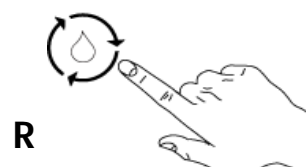

Fig.19
- 1- Selezionare il TASTO "R" lavaggio continuo. (Fig.19)